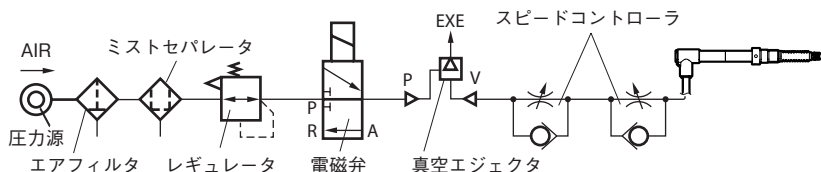

図 1. 空圧回路
- ・ エア-取付口を通じて、真空エジェクタなどを利用して測定子部分を操作させる場合には、図 1 のような構成の空圧回路を用いますと、エア-駆動が可能となります。真空圧は 0.04 ~ 0.067 MPa 程度が適当です。
- ・ スピンドルの押し出し速度が速い場合、ワークに触れた瞬間に表示がエラーになることがあります。また過度の衝撃により、ベアリング内部のボール保持器がずれ、測定長が減少することがあります。この場合は、図 1 のようにスピードコントローラにてスピンドルの速度調整をしてください。